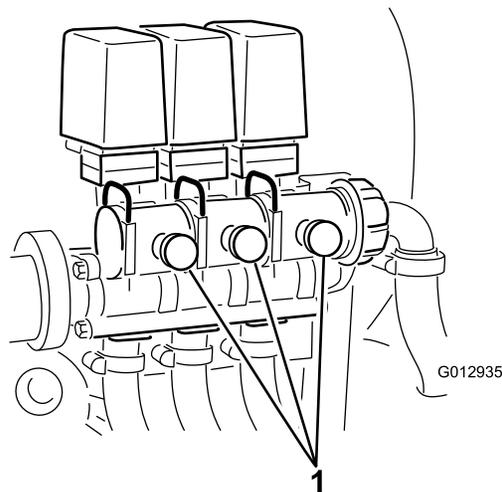

Figura 24
9. Ajuste a válvula de derivação da rampa (Figura 24) na traseira da válvula de controlo da rampa que desligou até a leitura da pressão no manómetro ser idêntica à registada no passo 7.